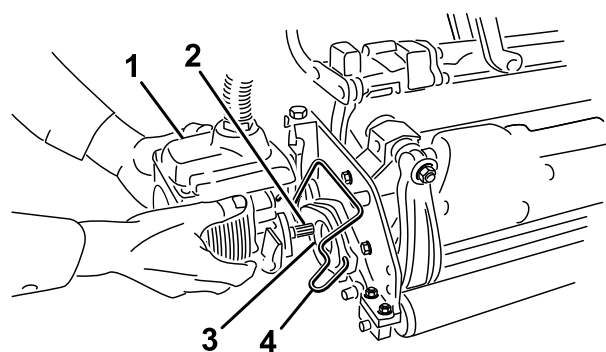

Figura 37
- Cubra el eje acanalado del motor de la unidad de corte con grasa limpia (Figura 37).
- Introduzca el motor en el lado izquierdo de la unidad de corte (visto desde el puesto del operador) y tire de la barra de retención del motor (en la unidad de corte) hacia el motor hasta que oiga un "clic" en ambos lados del motor (Figura 37).